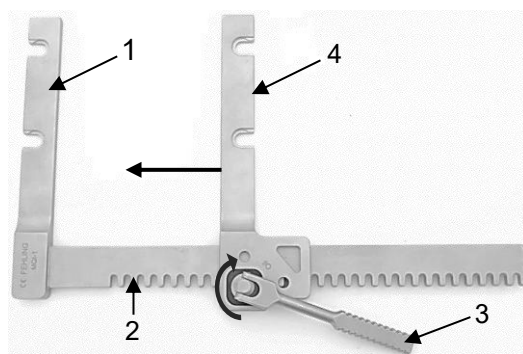

Fig. 9
Ruotando la leva di azionamento (3) in senso orario, il braccio divaricatore mobile (4) sulla cremagliera dentata (2) si sposta verso l'interno del braccio divaricatore fisso (1) (Fig. 9).